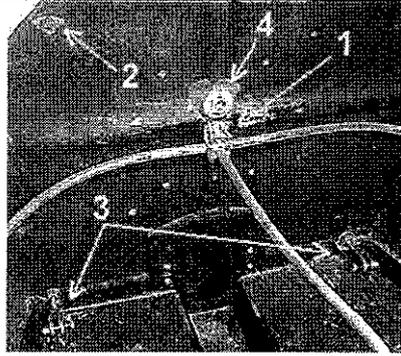

Fig. 4
- 6e. Scollegare il cavo comando timone dalla forcella di aggancio alla STA600. Non rimuovere la forcella dalla STA600 (vedi part. 3 fig. 4).
6e. Unfasten the ends of the rudder control cables from the forks on bulkhead STA600. Do not remove the forks from bulkhead STA600 (item 3 fig. 4).
<p>8a. Svitare i 4 dadi di fissaggio dell'assieme carrello anteriore all'ordinata STA600 e rimuovere l'intero assieme carrello.</p> <p>8b. Svitare le viti di fissaggio all'ordinata STA600 del raccordo a T della linea della pressione statica (part. 1 in fig. 4) ed appoggiarlo sul sedile anteriore.</p> <p>8c. Rimuovere dal lato posteriore (lato cabina) della STA600 il fast-on della staffa fissaggio batteria (part. 2 in fig. 4).</p> <p>9. Procedura di modifica:</p> <p>9a. Riempire i fori per bulloni, connettori e tubazioni nell'ordinata STA600 con plastilina o cera.</p> <p>9b. Proteggere adeguatamente dalla polvere le parti del velivolo non soggette alle lavorazioni descritte nei paragrafi seguenti.</p> <p>9c. Preparare la superficie posteriore (lato cabina) dell'ordinata STA600 carteggiandola opportunamente.</p> <p>9d. Eseguire la stratifica di rinforzo della STA600 con le pezze di carbonio, la resina epossidica ed il suo catalizzatore, incluse nel kit fornito. Per la sequenza di applicazione delle pezze di carbonio, fare riferimento al disegno di fig. 5 a pagina successiva. Al termine della sequenza di stratifica stendere il peel-ply incluso nel kit fornito.</p>	<p>8a. Unfasten the four bolts that secure the nose gear assy to bulkhead STA600 and remove the nose gear assy.</p> <p>8b. Unfasten the static pressure line t-joint from bulkhead STA600 (item 1, fig. 4) and place it on the front seat.</p> <p>8c. Remove from the rear (cabin) side of bulkhead STA600 the fast-on of the battery fretainer bracket (item. 2, fig. 4).</p> <p>9. Modification procedure:</p> <p>9a. Fill all holes for bolts, connectors and tubes in bulkhead STA600 with plasticine or wax.</p> <p>9b. Adequately protect from dust those parts of the aircraft that are not subject to the operations described in the following paragraphs.</p> <p>9c. Prepare the rear (cabin side) surface of bulkhead STA600 sanding it adequately.</p> <p>9d. Lay up the carbon fiber patches included in the provided kit with the epoxy resin and the catalyzer. The lay-up sequence is indicated in fig. 5 on the following page. Once the lay-up is complete, apply the peel-ply included in the provided kit.</p>
<p>9i. Prima di procedere al riassiemaggio degli elementi rimossi, verificare la corretta chiusura dei connettori e del fast-on della staffa di fissaggio batteria. Se necessario, lamare con una mola abrasiva diamantata la superficie posteriore (lato cabina) della STA600 nell'area dei connettori e del fast-on della staffa di fissaggio batteria, fino a ripristinare lo spessore occorrente per la corretta chiusura di tali elementi.</p> <p>10. Riassiemaggio:</p> <p>10a. Imbullonare sull'ordinata STA600 il raccordo a T per la linea pressione statica, in modo che il dado sia sul lato cabina della STA600.</p> <p>10b. Se necessario, rincollare con adesivo bi-componente le basette reggi fascette (part. 4, fig. 4) per il fissaggio dei cavi elettrici, delle tubazioni e della passa paratia del tubo presa dinamica.</p> <p>10c. Carrello anteriore: Riposizionare l'assieme carrello anteriore. Sostituire i 4 dadi autobloccanti che fissano l'assieme carrello anteriore alla STA600.</p> <p>10d. Assieme pedaliera: Riposizionare l'assieme pedaliera e fissare alla STA600 i due bulloni anteriori di fissaggio (dado su lato posteriore dell'ordinata). Fissare i due bulloni posteriori alle olivette sul pavimento.</p>	<p>9i. Before reassembling the removed items, verify proper closing of the electric connectors and of the battery retainer fast-on. If necessary, grind with an appropriate tool the rear (cabin side) surface of bulkhead STA600 around the connector and fast-on holes to restore the proper local bulkhead thickness.</p> <p>10. Assembly:</p> <p>10a. Fasten the static pressures t-joint to bulkhead STA600, with the nuts on the rear (cabin) side of the bulkhead.</p> <p>10b If necessary, use bi-component adhesive to fasten the supports for the electric cable and tube clips.</p> <p>10c. Nose gear assy: Position the nose gear assy. Replace the four self-locking nuts that fasten the nose gear assy to bulkhead STA600.</p> <p>10d. Front pedal assy: Position the front pedal assy and fasten the two front and rear bolts.</p>
- 10m. Fissare alla STA600 la femmina del fast-on della staffa blocca-batteria con due rivetti a testa svasata (part. 2, fig. 4).
- 10m Fasten to bulkhead STA600 the female fast-on of the battery retainer bracket with two counter sunk rivets (item 2, fig. 4).*